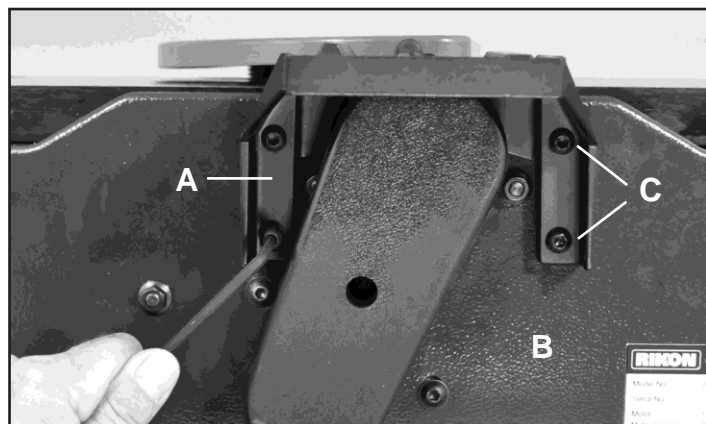

FIG. 1
1. Assembler le support de clôture (A) à la base de jointer (B). Utilisez les quatre vis de tête de bouton de socket (C) pour verrouiller le support en place. FIG. 1.